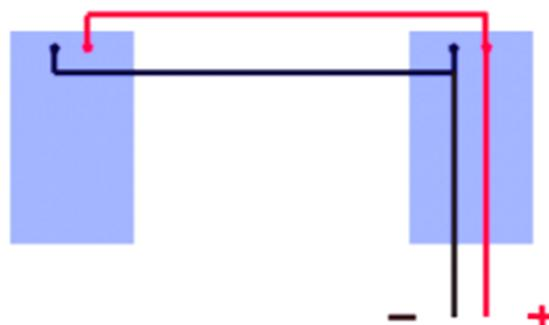

Рисунок 2.28 – Параллельное подключение солнечных панелей.
3. Подключить солнечную панель к контроллеру, соблюдая полярность. В том случае, если в состав узла входят две солнечные панели, необходимо подключить их параллельно. Для этого необходимо соединить клемму (+) одного модуля с клеммой (+) второго модуля, так же соединить и клеммы (-) обоих модулей. От клеммы (+) и клеммы (-) любого из модулей вывести концы (жилы) для подключения получившейся группы (батареи) из двух модулей для подключения к контроллеру заряда (см. **Рисунок 2.28**).